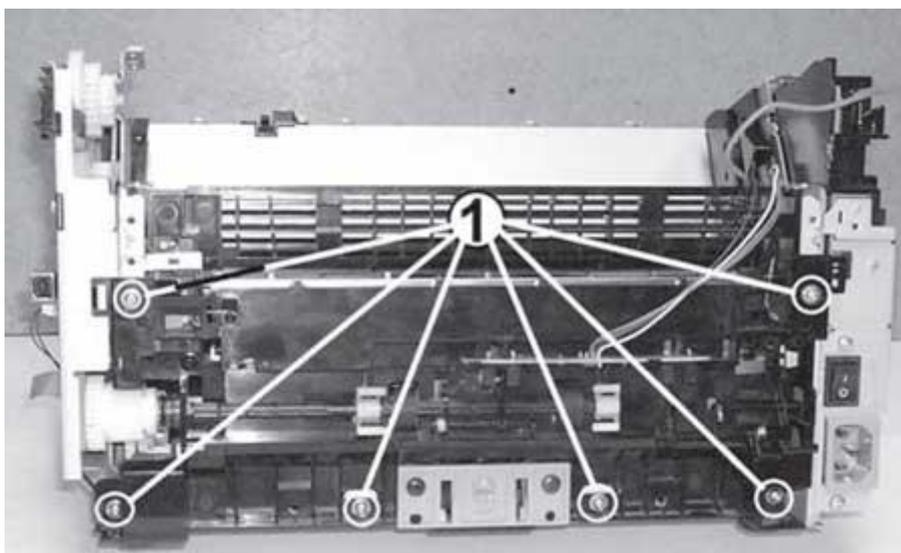

Рис. 21. Винты на задней стороне принтера
3. Откручивают шесть винтов (рис. 21, поз. 1) и снимают узел с принтера.